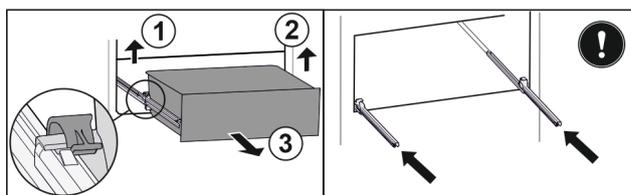

Fig. 30
- Dvignite levo spojko in hkrati povlecite predal levo naprej. Fig. 30 (1)
- Dvignite desno spojko in hkrati povlecite predal desno naprej. Fig. 30 (2)
- Predal vzemite ven v smeri naprej. Fig. 30 (3)